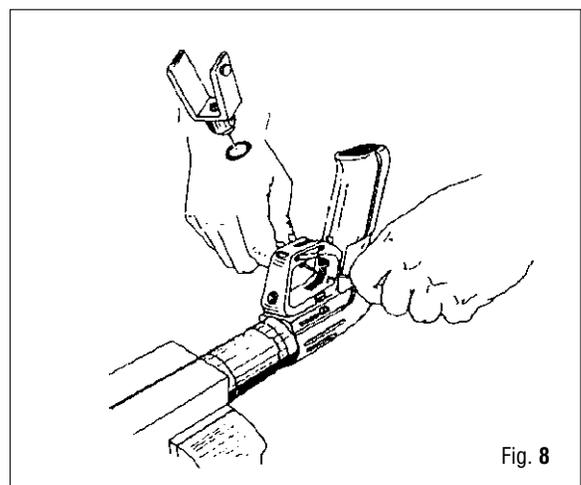

Fig. 8
24. En la línea de Fusiles Competition, a partir del número de serie 92289000 y precedentes, quite la horquilla (74) introduciendo simultáneamente dos pequeños destornilladores o punzones en los respectivos orificios en cada lado de la empuñadura. Presione ligeramente la horquilla con los destornilladores o con el punzón y levante (Fig. 8).
25. Quite el OR del pistoncito de conexión (77).
26. Con un punzón quite el perno (43) y el largador de sedal (42).